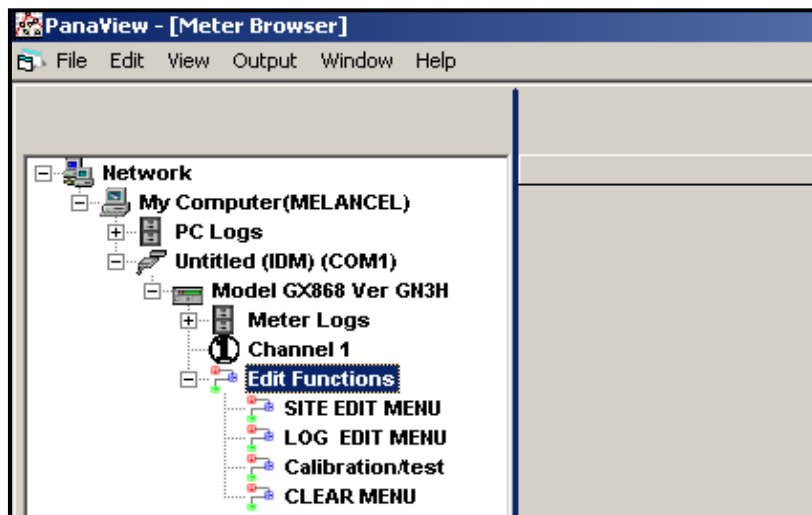

Figura 36: Árbol de medidores con la opción *Editar funciones*
4. En el árbol de medidores, expanda la opción *Editar funciones*. La ventana ahora se ve similar a Figura 36, con una lista de menús disponibles. Los menús que se muestran son los que están disponibles en el medidor.